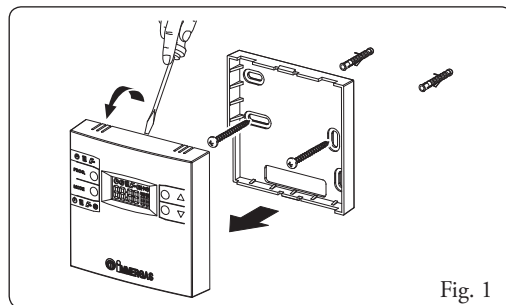

Fig. 1
- 1) Separare la dima di fissaggio dal corpo del mini CRD (Fig. 1).
- 2) Installare il mini CRD tramite gli appositi fori praticati nella parte posteriore dello stesso direttamente alla parete (Fig. 1) utilizzando le apposite viti fornite in dotazione.
4) Fissare il corpo del mini CRD alla dima di supporto innestandolo a pressione (Fig. 1).